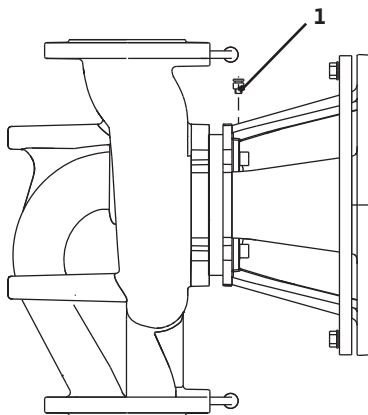

Fig. 36 : Vanne de purge
- Purger la pompe en ouvrant les vannes de purge (fig. 36, pos. 1). La marche à sec détruit la garniture mécanique de la pompe. Le capteur de pression différentielle ne doit pas être purgé (risque de destruction).